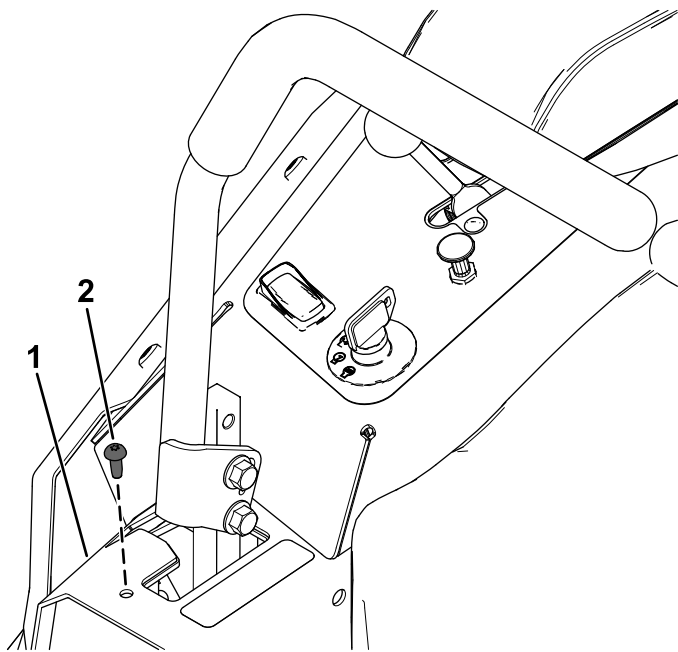

Figura 9
2. Rimuovete la vite autofilettante dalla protezione del comando del movimento destro (Figura 9). Conservate la vite autofilettante.
6. Montate la vite autofilettante rimossa in precedenza sulla protezione del comando del movimento destro (Figura 9).